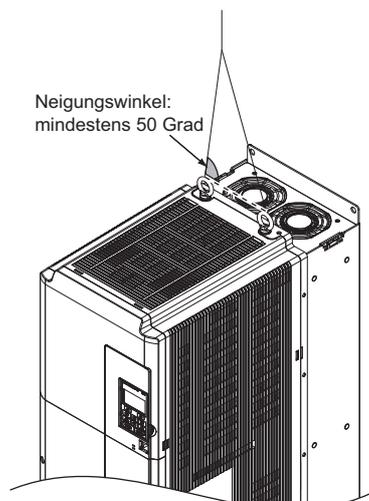

Abbildung 2.5 Aufhängung des Frequenzrichters mit Drahtseilen und Ringschrauben (2□0028 bis 2□0130, 4□0011 bis 4□0124)
**WARNUNG!** Quetschgefahr. Verwenden Sie ein Drahtseil mit einer geeigneten Länge, um einen Aufhängungswinkel von 50° oder mehr zu erreichen wie in **Abbildung 2.5** dargestellt. Die maximal zulässige Last der Ringschrauben kann nicht garantiert werden, wenn der Frequenzrichter so an Drahtseilen aufgehängt wird, dass der Winkel kleiner als 50° ist. Eine Nichtbeachtung kann den Tod oder schwere Verletzungen durch herabfallende Teile zur Folge haben.